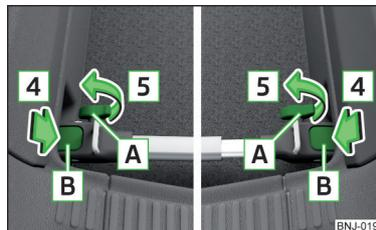

Fig. 106 Montagem do suporte transversal: Apertar os parafusos
- › Pressionar os suportes **B** no sentido das setas **4** para dentro até ouvir um clique » Fig. 106.